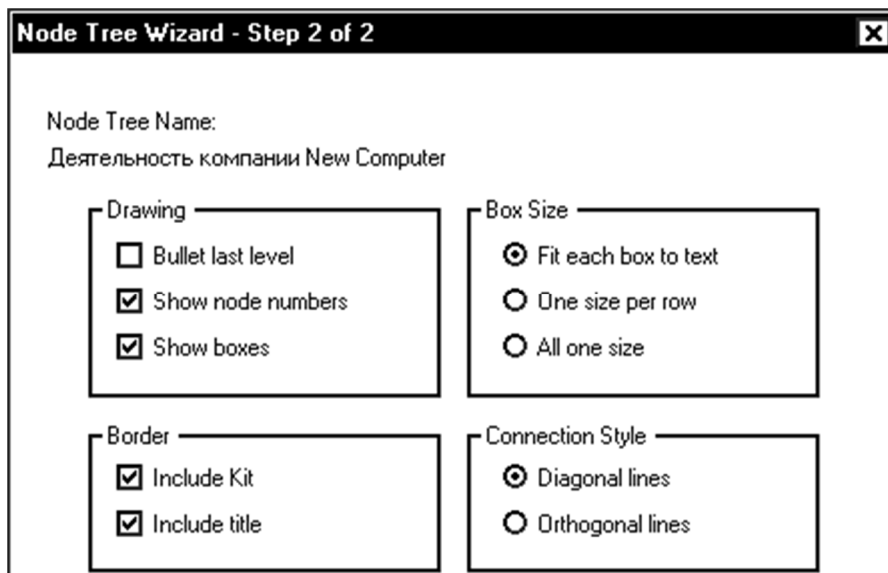

Рис. 13. Опции диаграммы узлов
1. Выберите меню *Diagram/ Add Node Tree*. Нажмите кнопку **Далее** на первом шаге мастера диаграммы узлов. Установите опции окна **NodeTreeWizard – Step 2 of 2**, как показано на рис. 13.